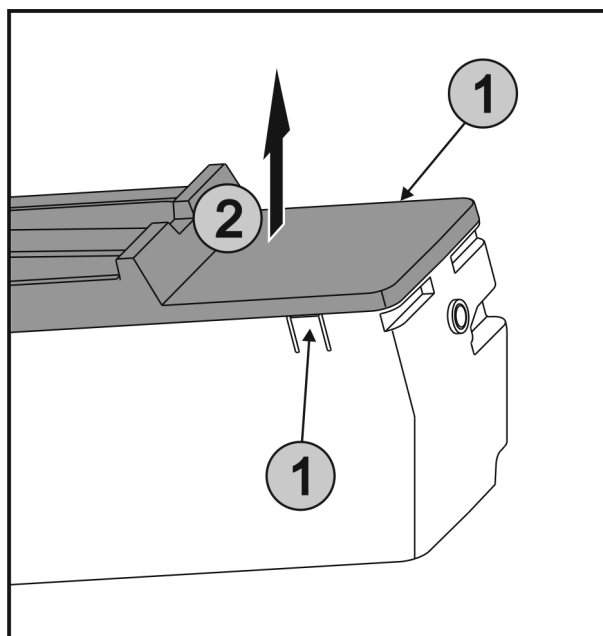

Fig. 64
- ▶ Laschen Fig. 64 (1) an den beiden Seiten von EasyTwist-Ice gleichzeitig drücken und die Abdeckung Fig. 64 (2) nach oben entnehmen.